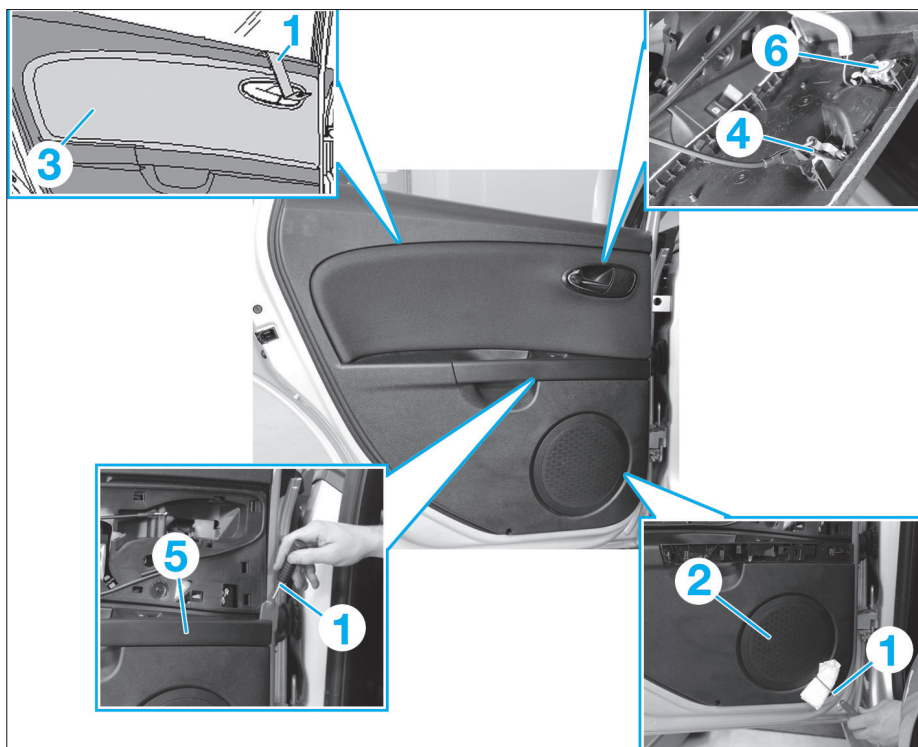

Fig. 64
- Avec l'aide d'un levier (1) déposer (Fig.64) :
- la grille de haut parleur (2),
- le revêtement de porte (3) puis détacher la poignée de porte (4),
- l'enjoliver centrale (5).